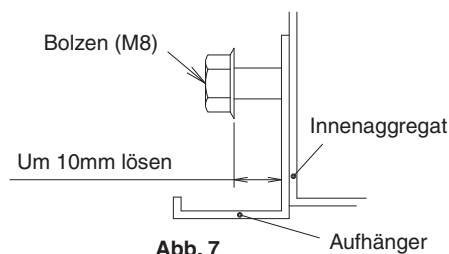

Abb. 7
- Öffnen Sie das Loch an der Einlassseite für die Verdrahtung oben oder unten an der Rückseite und bringen Sie die beigelegte Kunstharzdurchführung (10) an.
- Lösen Sie die 2 Schrauben zur Montage der Aufhängung an beiden Seiten (M8) (4 Stellen links und rechts) um 10mm. **(Siehe Abb. 7 und 8)**